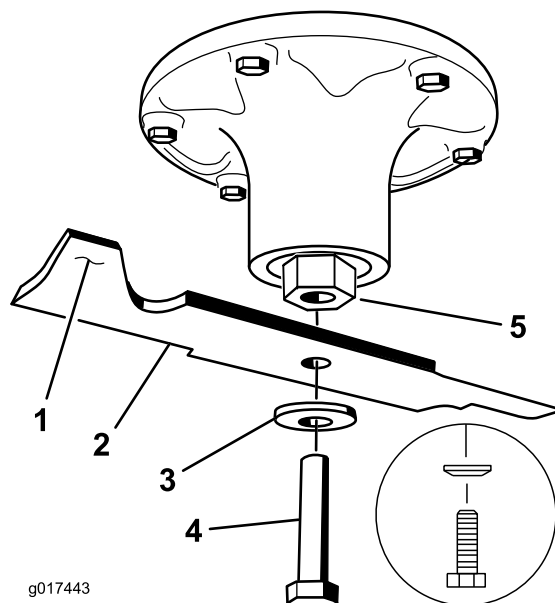

Figura 77
2. Retire del eje el perno de la cuchilla, la arandela curva y la cuchilla (Figura 77).
1. Instale la cuchilla en el eje (Figura 77).
2. Instale la arandela curva y el perno de la cuchilla (Figura 77).